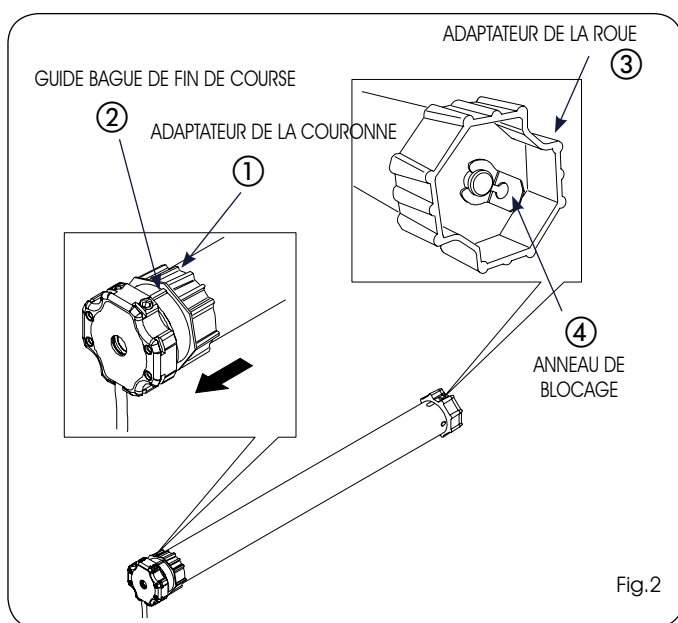

Fig.2
- 1) Insérer l'adaptateur de la couronne (Fig.2 réf.①) dans le moteur tubulaire, jusqu'à ce que celui-ci se trouve complètement à l'intérieur du guide de la bague de fin de course (Fig.2 réf. ②)
- 2) Introduire l'adaptateur de la roue dans l'arbre du moteur (Fig.2 réf. ③) et le bloquer avec l'anneau de retenue fourni (Fig.2 réf. ④).